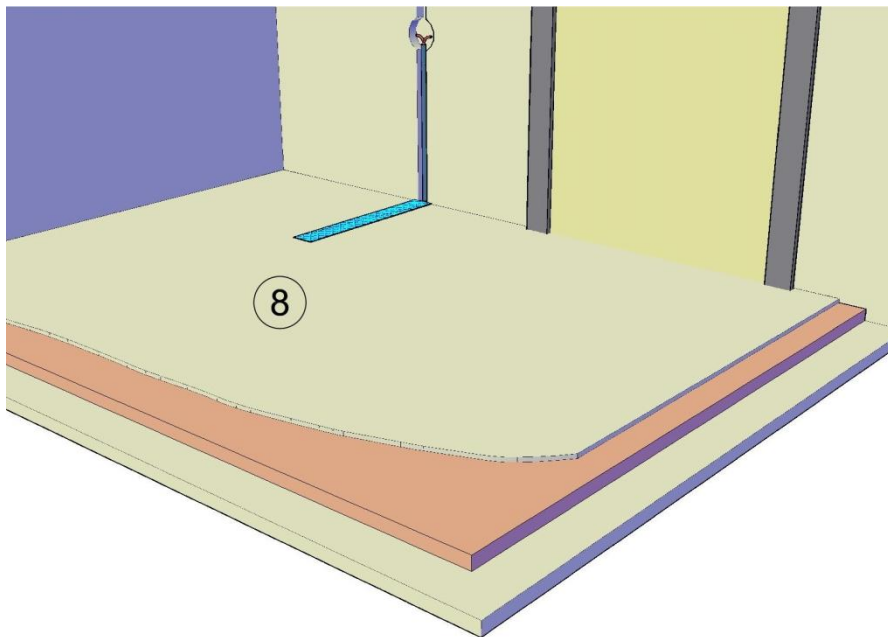
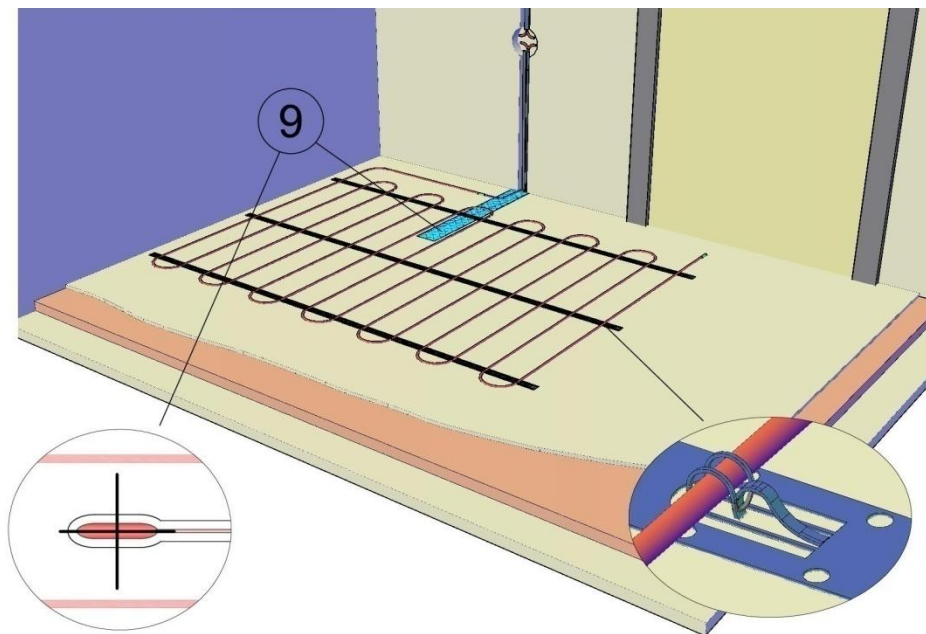

Рисунок 4
Рисунок 5
Монтажная лента крепится к полу на выровненную чистую и сухую поверхность (Рис.4. п.8, Рис.5) любым способом - гвоздями, дюбелями, клеем и пр. с шагом 50 - 100 см в зависимости от конфигурации помещения. Допустимый диаметр изгиба закрепленного кабеля - 5 см. При большой площади укладки необходимо дополнительно расположить между границами еще несколько отрезков ленты (с интервалом 1,5 - 2 м) для крепления средней части витков.
5. Разложите нагревательную секцию на поверхности пола по форме обогреваемой площади (Рис.5).